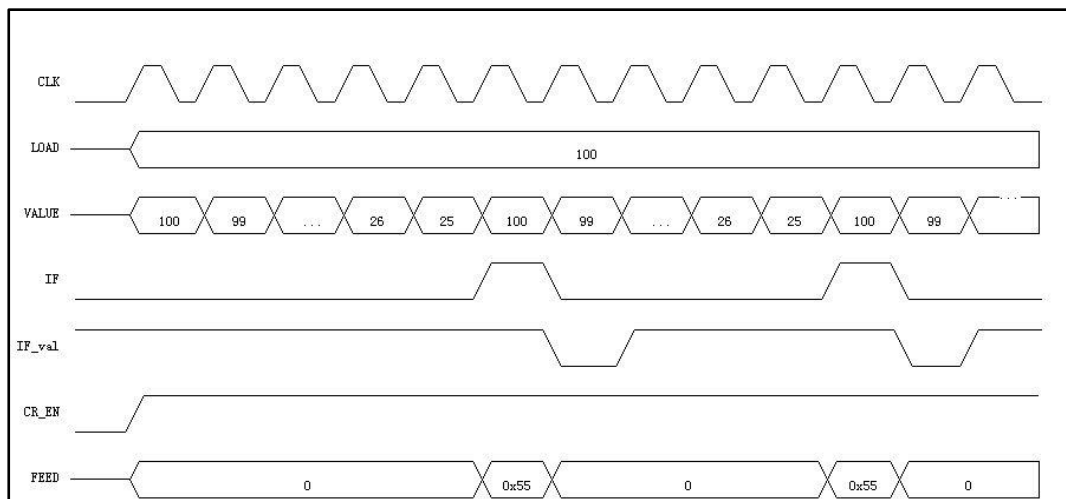

图 6-17 WDT 配置为喂狗模式波形图
- 产生中断信号后，若 CR 中 RSTEN 位未置位，执行了喂狗操作，则重新装载数据进行计数，如图 6-17 所示